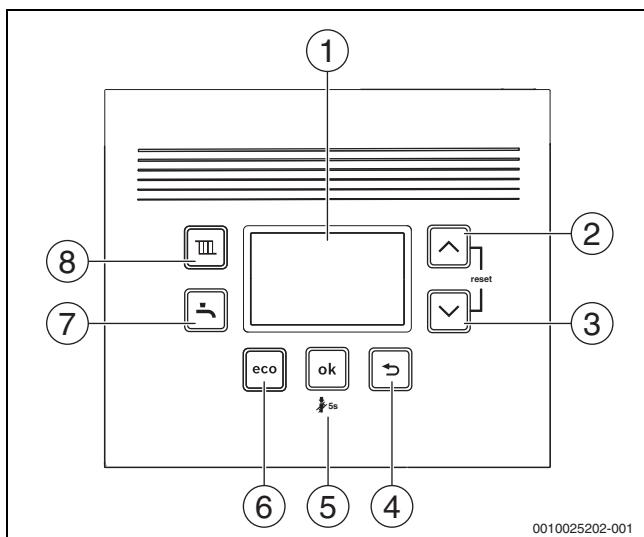

Рис. 1 Элементы управления
- Выключите котел кнопкой  (→ рис. 1).